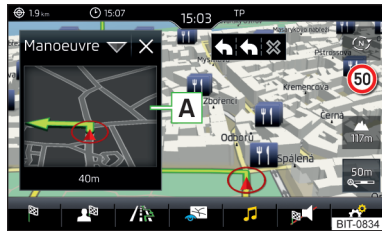

Abb. 218
Das Infotainment bietet die Möglichkeit an, im Zusatzfenster **Position** » Abb. 218 auf Seite 190 die folgenden Informationen zur aktuellen geografischen Fahrzeugposition sowie zum Satellitensignal anzuzeigen.
- Zur **Auswahl des Inhalts** des Zusatzfensters  » **Abb. 218** die Funktionsfläche  antippen und kontextabhängig eines der folgenden Menüs wählen.